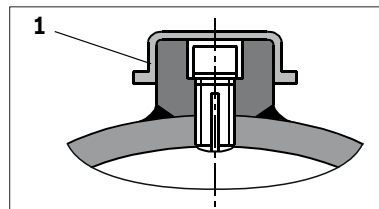

Abb. 6: Membranspeicher: Abdeckkappe entfernen
- 1.** Entfernen Sie die Abdeckkappe, siehe Abb. 6, Pos. 1 von der Gasseite des Membranspeichers.